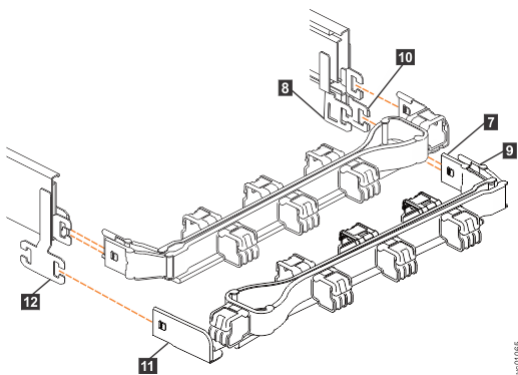

Abbildung 77. Vergleich der Komponentenpositionen der Kabelträgerbaugruppen
Anmerkung: Die Prozedur zum Anbringen der unteren Kabelträgerbaugruppe ist mit der Prozedur zum Anbringen der oberen Kabelträgerbaugruppe identisch. Die Anschlusspositionen sind jedoch umgekehrt. Zu Vergleichszwecken werden in Abbildung 77 auf Seite 68 die obere und untere Kabelträgerbaugruppe mit der Ausrichtung an den Halteschienen gezeigt. Der Halteschienenanschluss des oberen Kabelträgers wird an der rechten Schiene angebracht. Der Halteschienenanschluss des unteren Kabelträgers (11) wird an der linken Schiene angebracht.
5. Installieren Sie den inneren Anschluss der unteren Kabelträgerbaugruppe (**17**) an den inneren Teil der rechten Halteschiene (**8**) (siehe Abbildung 77 auf Seite 68).
6. Installieren Sie den äußeren Anschluss der unteren Kabelträgerbaugruppe (**9**) an den äußeren Teil der rechten Halteschiene (**10**) (siehe Abbildung 77 auf Seite 68).
7. Bringen Sie den Halteschienenanschluss an der unteren Kabelträgerbaugruppe (**11**) an dem Anschluss der linken Halteschiene (**12**) an (siehe Abbildung 77 auf Seite 68).